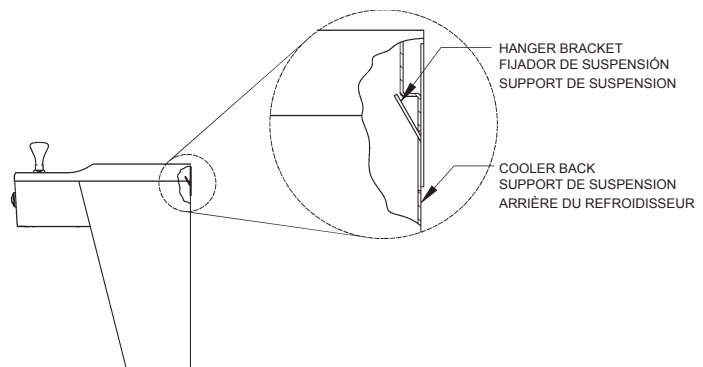

Fig. 4
- Anchor hanger securely to wall using all five (5) 7/16" dia. mounting holes.
- 4) Hang the cooler on the hanger bracket. Be certain the hanger bracket is engaged properly in the slots on the cooler back as shown in Fig. 4.
- 5) Loosen the two (2) screws holding the lower front panel at the bottom of cooler base and two (2) screws at the top. Remove the front panel and set aside.
- Ancrez solidement le support au mur à l'aide des five (5) trous de fixation d'un diam. 7/16 po.
- 4) Installez le refroidisseur sur les supports en vous assurant que ceux-ci sont bien installés dans les fentes à l'arrière du refroidisseur tel qu'indiqué à la figure 4.
- 5) Dégagez les deux (2) vis retenant le panneau inférieur avant au bas de la base du refroidisseur ainsi que deux (2) vis sur le dessus. Retirez le panneau avant et mettez-le de côté.